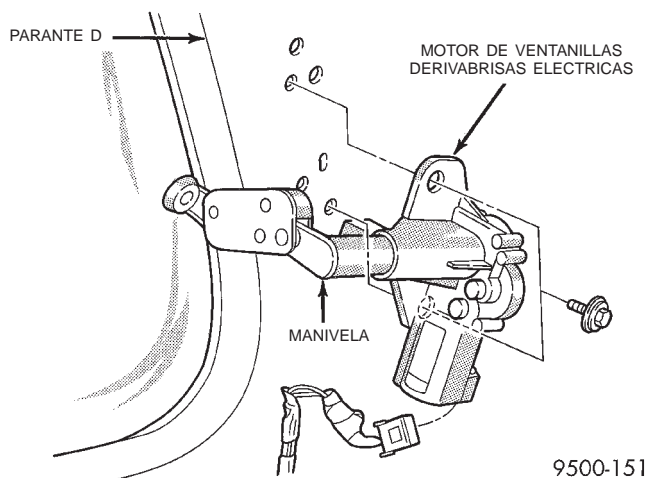

Fig. 5 Motor de ventanillas derivabrisas
(3) Desconecte el conector de cable del motor del derivabrisas eléctrico.
(4) Retire la tuerca que sujeta la manivela al cristal derivabrisas.
(5) Retire los pernos que sujetan el motor del derivabrisas eléctrico al parante D (Fig. 5).